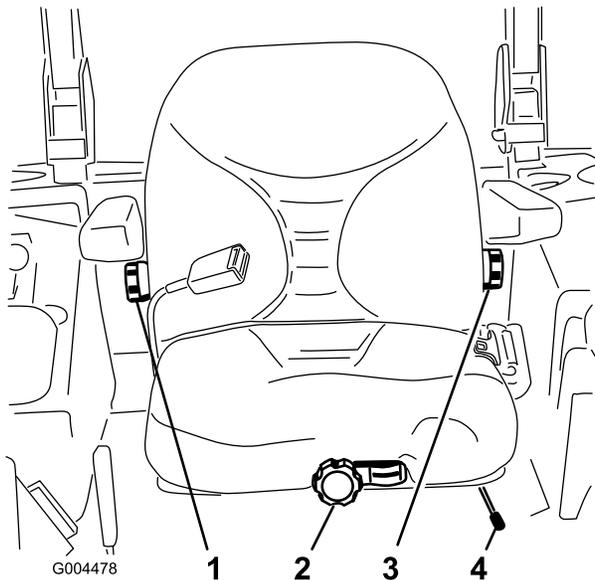

Bild 14
1. Wenn Sie den Sitz verstellen möchten, bewegen Sie den Hebel zum Entriegeln des Sitzes zur Seite (Bild 14).
Setzen Sie sich nicht auf den Sitz und drehen Sie das Handrad zum Verstellen an der Vorderseite solange, bis der gewünschte Komfort erreicht ist (Bild 14).
Drehen Sie zum Verstellen das Handrad unter der rechten Armlehne solange in eine Richtung, bis der gewünschte Komfort erreicht ist (Bild 14).
Drehen Sie zum Verstellen das Handrad unter der linken Armlehne solange in eine Richtung, bis der gewünschte Komfort erreicht ist (Bild 14).